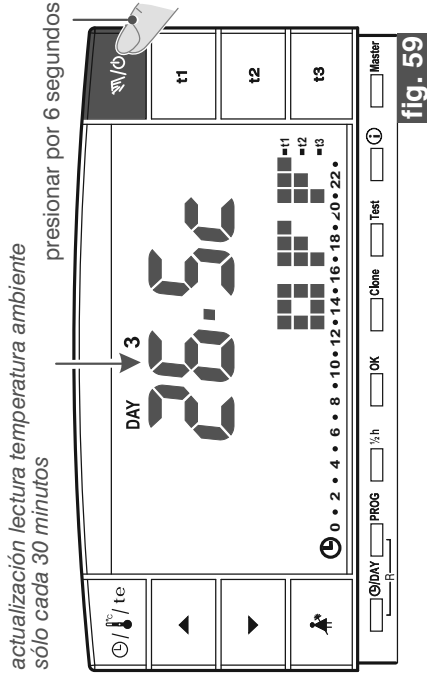

fig. 59
- Para activar la función presionar la tecla “/te” hasta que aparezca en la pantalla el mensaje **OFF**, indicando que el cronotermostato está desactivado (ejemplo fig. 59).